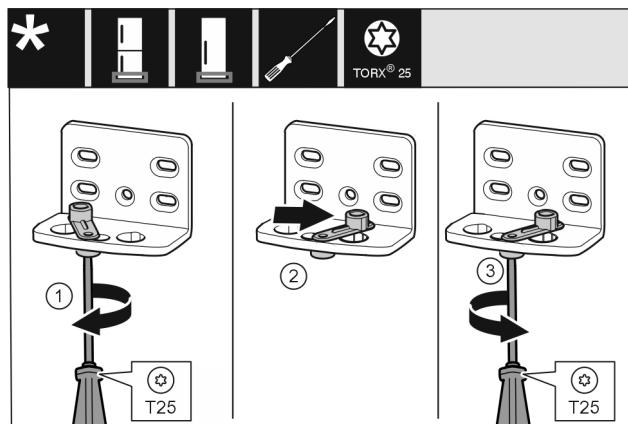

Fig. 12
- ▶ Vijake rahlo privijte z izvijačem T25. Fig. 12 (1)
- ▶ Pripomoček za zapiranje vrat dvignite in v izvrtni zavrtite za 90° v desno. Fig. 12 (2)
- ▶ Trdno privijte vijak z izvijačem T25. Fig. 12 (3)